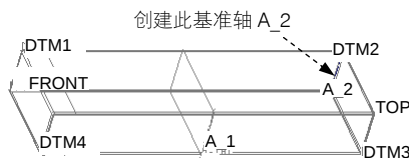

图 10.5.13 创建基准轴 A_2
Step8. 创建图 10.5.13 所示的基准轴 A_2。单击 **模型** 功能选项卡 **基准** 区域中的  轴按钮，按住 Ctrl 键，选取 DTM2 和 DTM3 基准面为参考，单击对话框中的 **确定** 按钮。